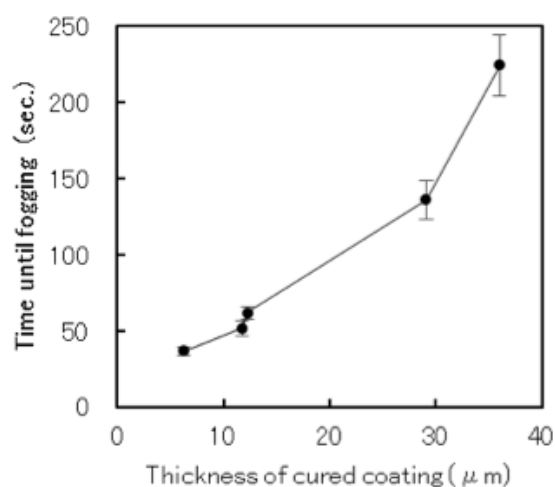

Figure7 SA-TE60 の防曇性と塗膜厚の関係
SA-TE60 は親水性モノマーであることから、その硬化塗膜は防曇機能を有す。Figure6 には、SA-TE60 を塗工したポリカーボネート (PC) 樹脂プレートを 50°C の蒸気に密閉系で 1 分間暴露した状態の写真を示した。基材に用いた PC 樹脂プレートは曇りを生じ、文字が見えづらい状態になっているのに対し、SA-TE60 を塗工した PC 樹脂プレートは、全く曇りを生じていない。また、SA-TE60 硬化塗膜の防曇性は、Figure7 に示した様に、塗膜厚の増加に伴い、曇るまでの時間が長くなっている。これは、塗膜厚により塗膜が吸収できる水蒸気量が変化していることを示唆している。さらに、SA-TE60 硬化塗膜の水接